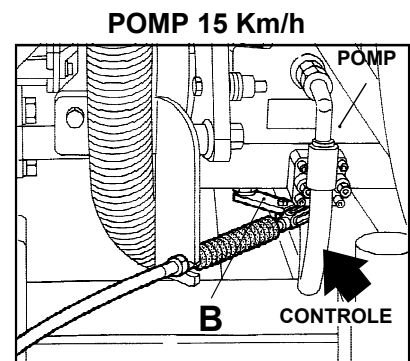

FIG. 34
• Bij indrukken van het gaspedaal komt de wagen niet in beweging:	Controleer bij uit staande motor of de kabel en alle verbindingen en vorken op hun plek zitten. Controleer of de hendel (B - Fig. 34) van de pomp zich verplaatst bij het indrukken van de pedaal (A - Fig. 33). Als de machine verplaatsingen nodig heeft, volg dan de handeling beschreven op pagina 208 .